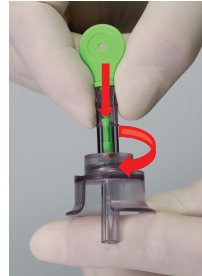

Abbildung 5
- d) Führen Sie die Spritze mit einer Drehung im Uhrzeigersinn in den Fülladapter ein, so wie in Abbildung 5 gezeigt. Ziehen Sie die Schutzhülle vom Fülladapterdorn ab.